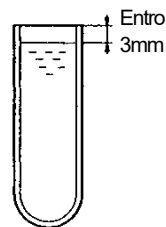
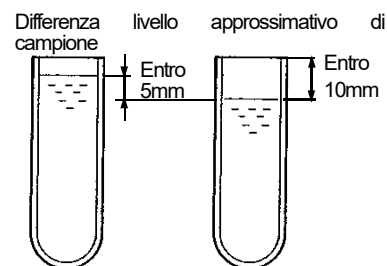

Fig. 3-3 Riempire provetta per rotore oscillante (RCF: 100,000 xg e oltre)
Fig. 3-4 Riempire provetta per rotore oscillante (RCF: 100,000 xg e inferiore)
- 2) Bilanciare le provette (disposte simmetricamente) entro 0.2g. Se si usano centrifughe di serie CS150NX e CS-FNX/CS-GX II /CS-GXL/CS-GX, bilanciare le provette secondo Fig. 3-3 e Fig. 3-4.